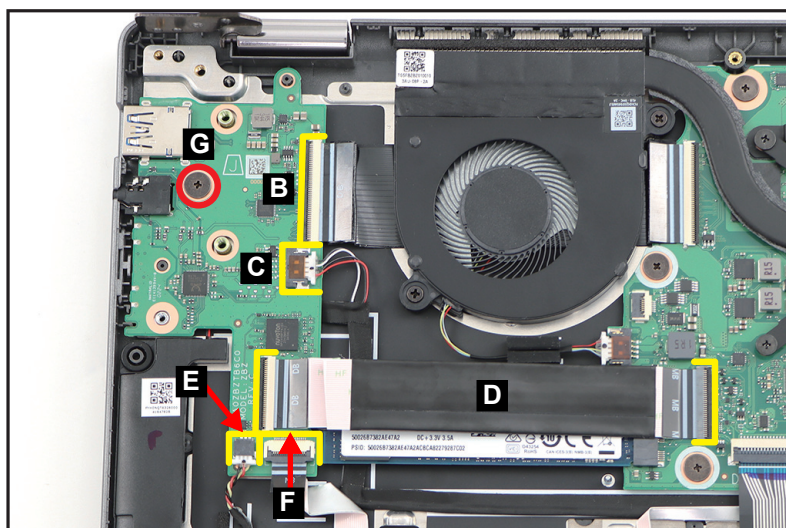

Figure 1-18. Retrait de la carte USB
3. Débranchez le circuit imprimé souple 50 broches de la carte USB du connecteur de la carte USB (B) (Figure 1-18).
4. Débranchez le câble du haut-parleur du connecteur de la carte USB (C) (Figure 1-18).
5. Débranchez le circuit imprimé souple 34 broches de la carte USB (D) des connecteurs de la carte USB et de la carte mère (Figure 1-18). Retirez ensuite le circuit imprimé souple.
6. Débranchez le câble du chargeur du stylet du connecteur de la carte USB (E) (Figure 1-18).
7. Débranchez le circuit plat flexible du lecteur d'empreintes digitales du connecteur de la carte USB (F) (Figure 1-18).